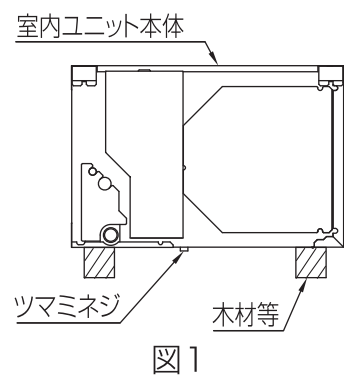

図1
- 室内ユニットを開梱し図1のように室内ユニット本体を仮置きしてください。